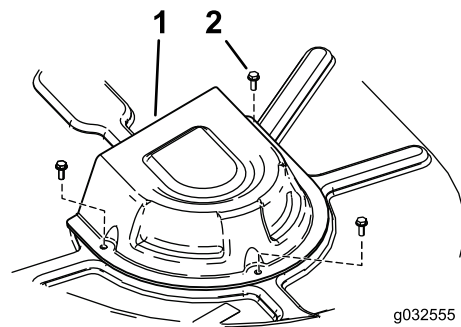

Figura 58
4. Retire las cubiertas de la polea (Figura 58).
8. Instale las cubiertas de la polea (Figura 58).